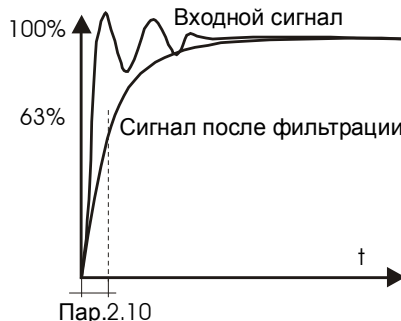

Рис. 7.8 Фильтрация сигнала с аналоговых входов.
- „СТ/СТОП ЛП” [„ST/STOP LP”] VxЦ1 [WeC1] служит для подачи команды „СТАРТ/СТОП” [„START/STOP”] VxЦ2 [WeC2] для изменения направления (Рис.7.8 а);
- „СТ_Л СТ_П” [„ST_L ST-P”], ВхЦ1 [WeC1] – СТАРТ ВЛЕВО, ВхЦ2 [WeC2] – СТАРТ ВПРАВО (Рис.7.8 б);
- „СТ-ИМ СТОП” [„ST-IM STOP”] ВхЦ1 [WeC1] - ЗАПУСК ИМПУЛЬСОМ / ВхЦ2 [WeC2] - СТОП (Рис. 7.8 в);
- „СТ-ИМ Л/П” [„ST-IM L/P”] ВхЦ1 [WeC1] - ЗАПУСК ИМПУЛЬСОМ / ВхЦ2 [WeC2] - СТОП, ВхЦ3 [WeC3]- выбор направления (Рис.7.8. г)